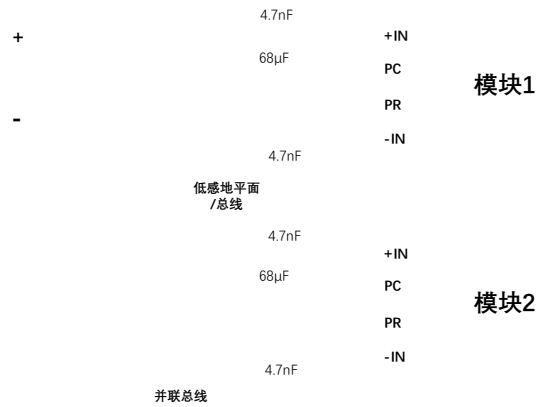

图 9, 单线直接连接
**单线直接连接。**所有PR引脚直接相连，连接时需保证PR及-IN连接线的阻抗尽量小；每个模块PR与-IN之间组成的回路尽量小。这种方法通常用于最多三个模块的情况。参考图 9。